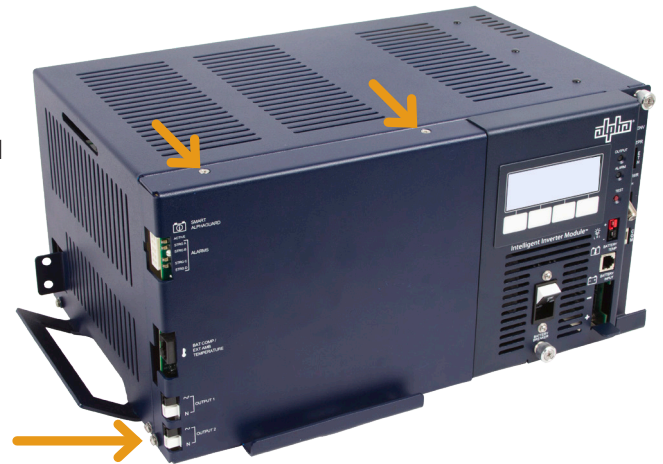

Fig. 2-15, Ubicaciones de los sujetadores del panel frontal
1. Extraiga los tres sujetadores que sostienen el panel frontal (vea la Fig. 2-15).